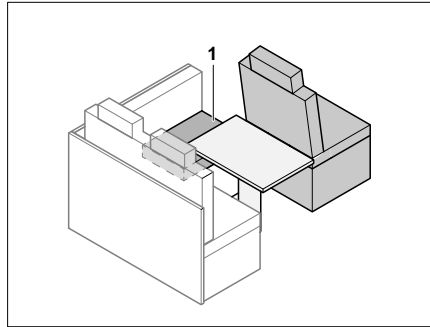

Bild 182 Vor dem Umbau
- Sitzpolster (Bild 182,1) zur Seite legen.